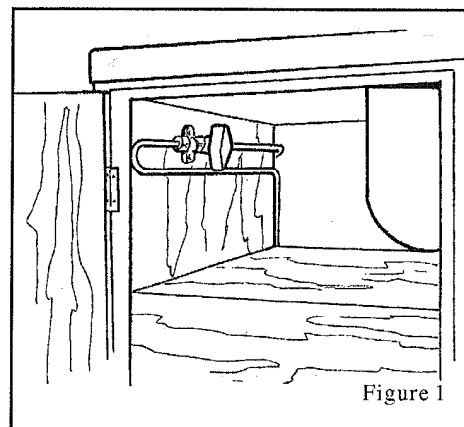

Figure 1
- Fermer les vannes sur le circuit (dans le placard sous l'évier) et sur la bouteille quand les appareils ne sont pas utilisés. Fermer immédiatement toutes les vannes en cas de danger.(fig1)
- Shut the valves in the system (under the sink) and on the cylinder when the appliances are not in use. Shut immediately all valves in case of hazard (fig.1),